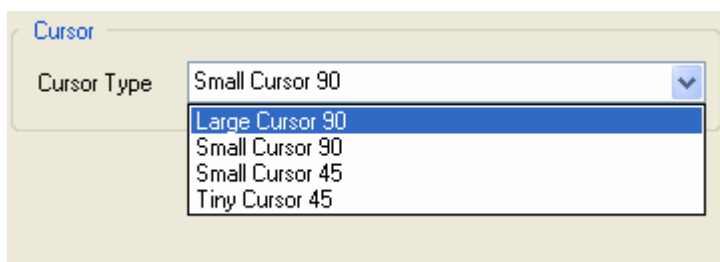

图 2-28 Cursor Type 下拉列表
- Cursor Type ：用于设置组件和拖动组件时出现的游标类型设置。单击右边的下拉按钮，将弹出如图 2-28 所示下拉列表。其设置如下：